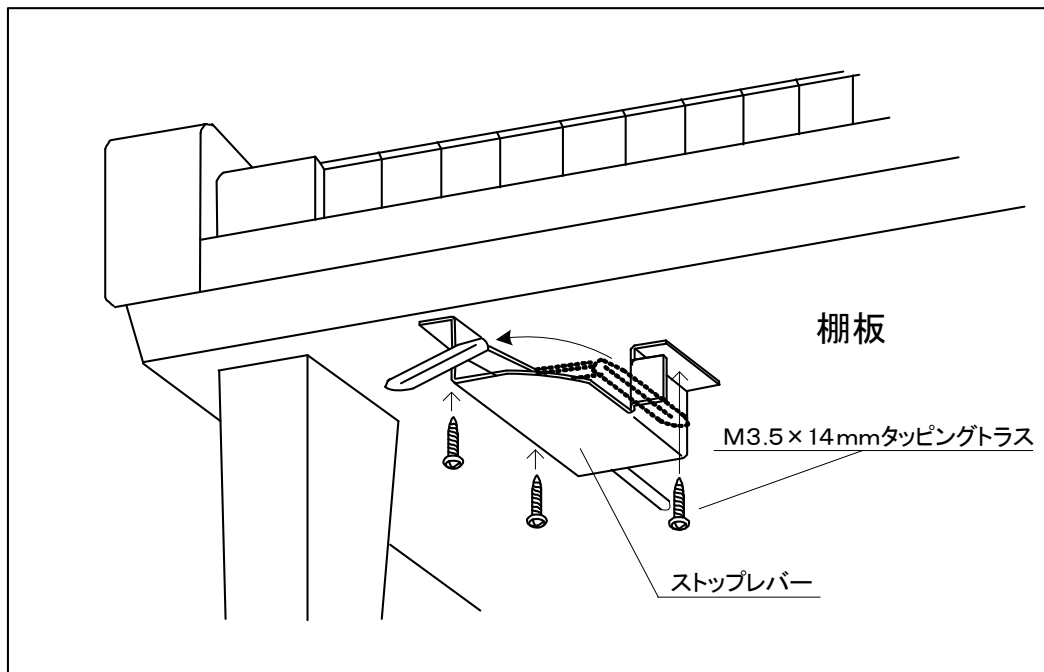

図 3. 5 - 2 ストップレバー取り付け位置
(3) 図 3. 5 - 3 の手順でワイヤーを金具へ掛ける。
- ① インナー端子をホルダーへ掛ける。
- ② アウター留めを引っ張りながら、ばね金具の溝にワイヤーを通す。
- ③ アウター留めをばね金具の下側からはめ込む。